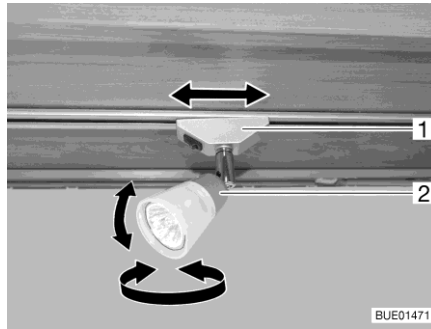

Fig. 32 Spot
*Tourner le spot :* ■ Tourner le boîtier (Fig. 32,2) du spot dans le sens désiré.
*Faire coulisser le spot :* ■ Tourner le support (Fig. 32,1) d'environ 45°.
*Enlever le spot :* ■ Tourner le support (Fig. 32,1) de 90°.